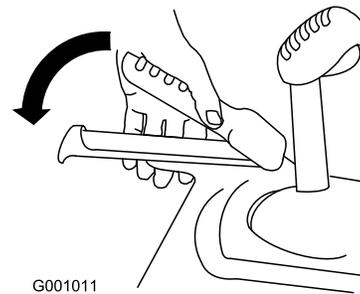

Figure 11
3. Serrez le levier gauche (déplacement) contre la poignée (Figure 11).
6. Serrez le levier gauche (déplacement) contre la poignée (Figure 11).